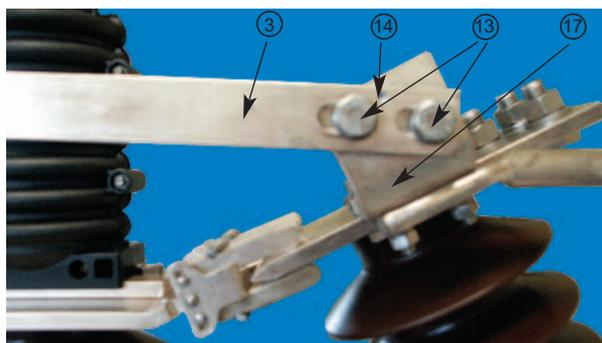

Abb. 6: Fixierung des Kontaktarmes (3)
Eine im Kontaktarm (3) vorgefertigte Bohrung $\varnothing 4$ mm ist durch Bohren $\varnothing 4$ auf den Kontaktwinkel (17) durchgehend zu übertragen. Abschließend wird die endgültige Position des Kontaktarmes (3) durch Einbringen eines Spannstiftes 4x16 (14) fixiert. (Abb. 6)